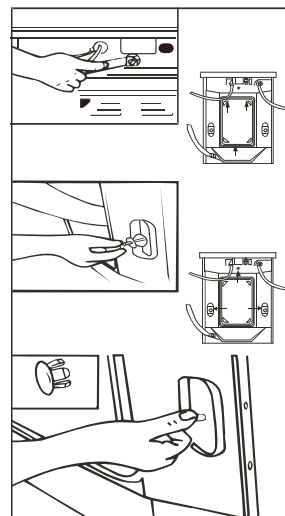

Abb.2
- Entfernen Sie die Schrauben der Transportsicherung (siehe Abb. 2). Die Transportsicherungen schützen das Gerät vor Schäden durch Stöße während des Transports. Bereiten Sie Ihr Gerät wie folgt auf den Betrieb vor: